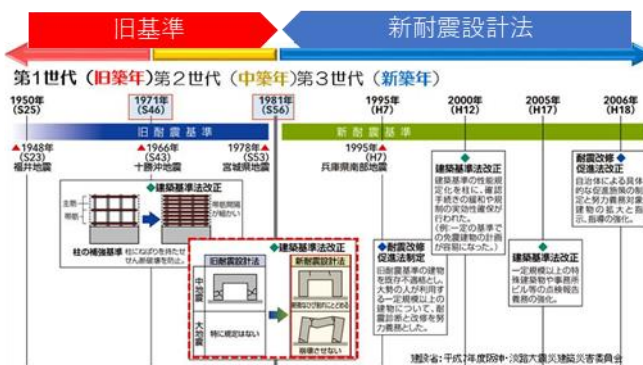
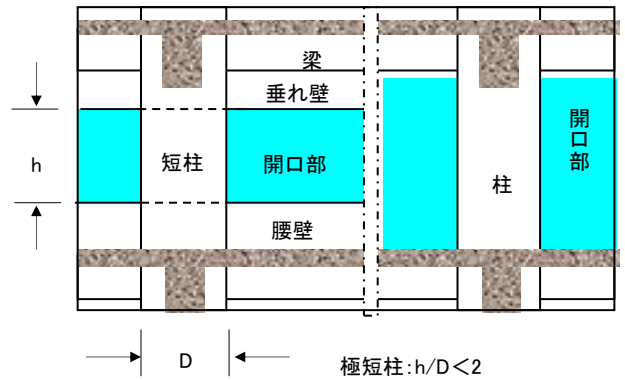
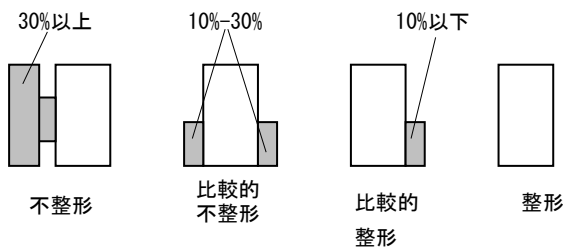
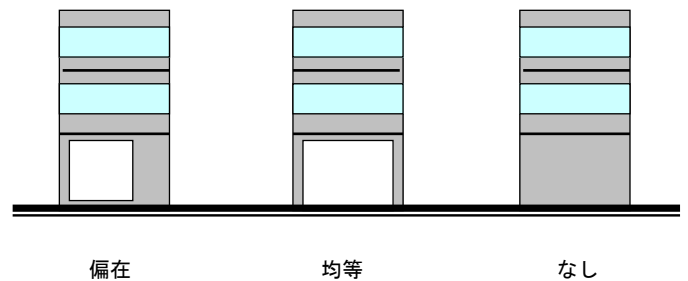

図2：設計年代別の耐震設計法(文献2に加筆)
図3：立面から見た短柱の有無
図4：平面形状による整形・不整形の目安
図5：立面から見たピロティの有無
**A) 構造躯体**：細項目は耐震性能、建物形状、経年劣化の3項目とした。その調査項目は耐震性能では図2及び図3で示すように設計年代・短柱の有無・壁量について、建物形状では図4及び図5で示すように平面・立面の不整形性や壁配置、ピロティの有無などを考慮した。経年劣化では劣化状況・被災経歴・増改築・用途変更の有無などを加えた。